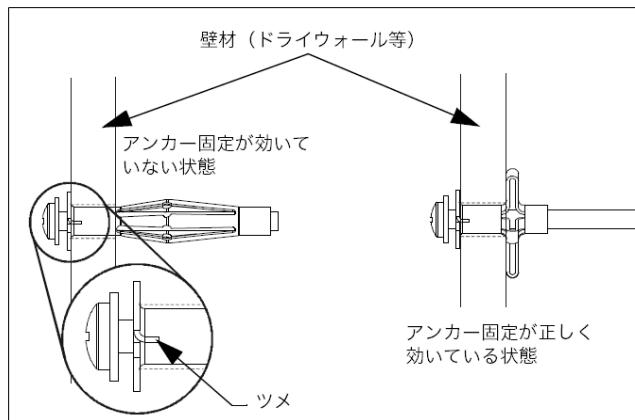

図 3
3.ボードアンカーは図3のようにツメが壁に食い込むように、かつ、壁裏で傘がひらいてしっかりと固定されているようにしてください。
3.図のように、補強さん部分の固定には木ネジを、ボードアンカーをセットした部分にはボードアンカーにとりつけてあったネジで取り付けてください。（図3を参照してください）